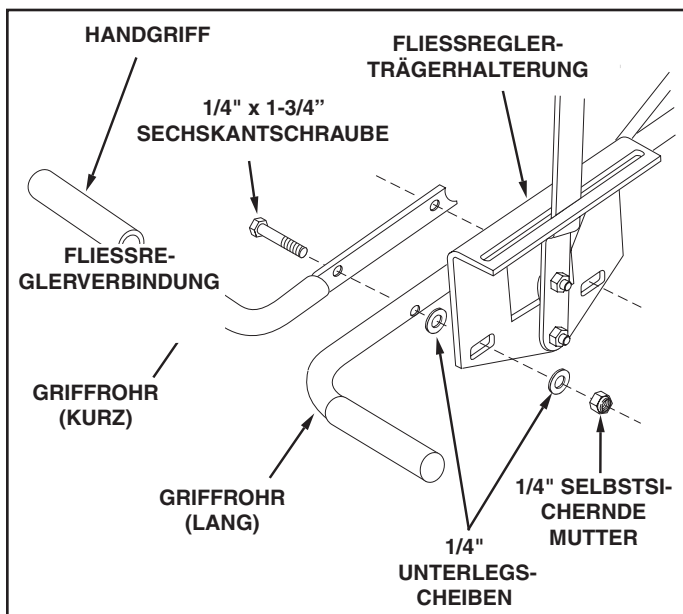

ABBILDUNG 10
20. Montieren Sie an jedem Griff einen Handgriff. Siehe Abbildung 10.